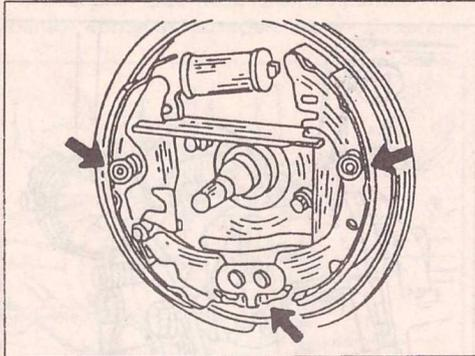

Рис. 250.
- Опустить тормозную колодку вниз, как показано на рис. 250. Нажать на рычаг ручного привода колодок, преодолевая натяжение пружины, и отсоединить рычаг от троса.